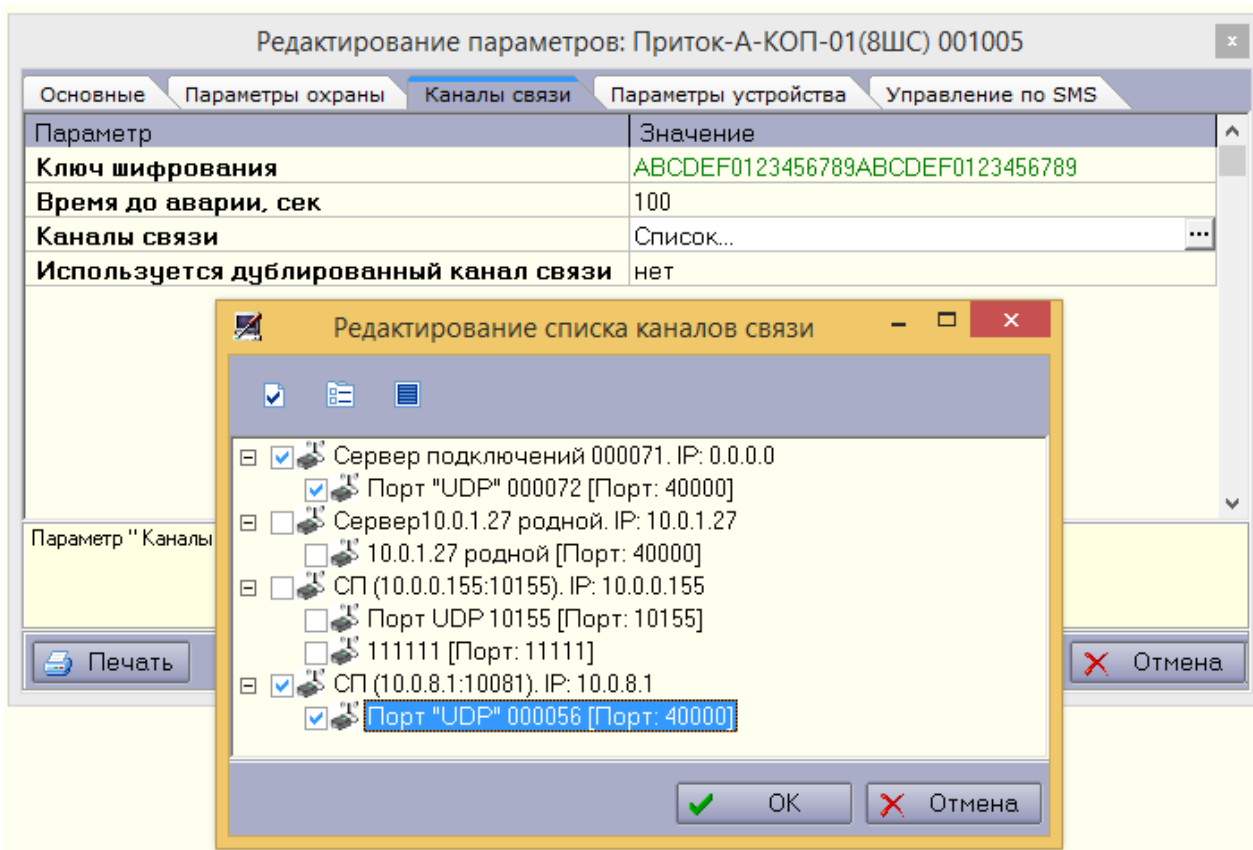

Рисунок 13 - Выбор серверов подключений
- **«Ключ шифрования»** (рисунок 13) – число, совпадающее со значением параметра «Ключ шифрования», вкладка «Подключение», установленного при настройке контроллера (см. п. 2.1.5).
- **«Каналы связи»** (рисунок 13) – выбрать «серверы подключений», для которых разрешён приём сообщений от данного контроллера. Обязательный параметр.